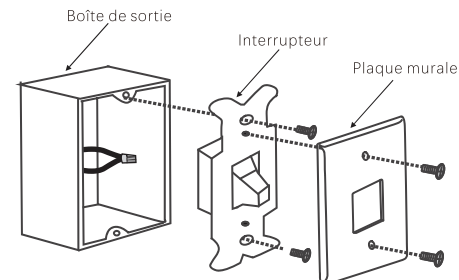

Fig.17
**Étape 1.** Retirez la plaque murale existante et l'ancien interrupteur de la boîte de sortie murale. Assemblez les fils NOIRS (chauds) et repoussez-les à l'intérieur de la boîte de sortie. (Fig.17)